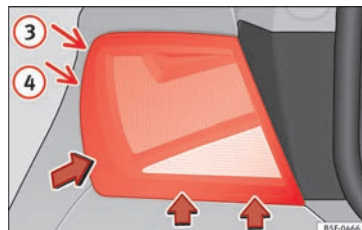

Fig. 218 Desmontar la unidad de luz trasera en la aleta.
- Bascule el piloto en la dirección de las flechas hasta que salga de su alojamiento (posiciones ③ y ④) » **fig. 218**.